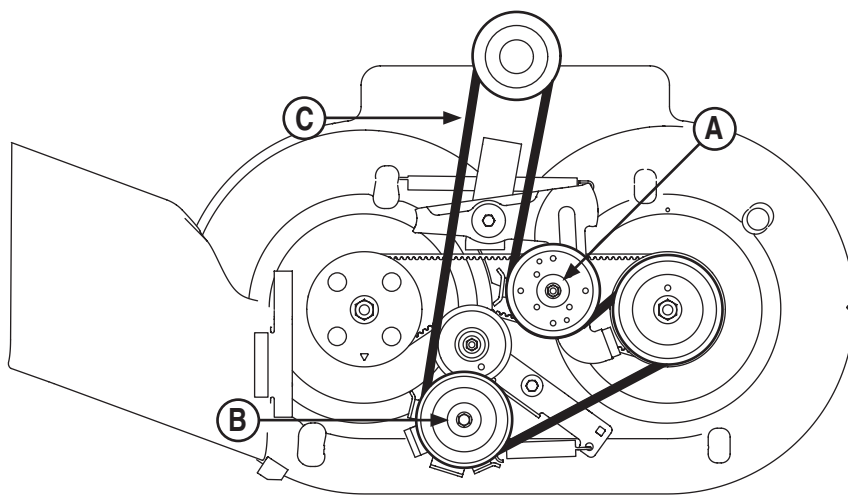

Figura 5-16: La vista superior del compromiso de cubierta zurra con correa la orientación.
5. Afloje la polea loca (A) aflojando la tuerca y el perno, Figura 5-16.
6. Afloje la polea loca (B) aflojando la tuerca, Figura 5-16.
7. Extraiga la correa (C) de alrededor de las poleas, Figura 5-16.